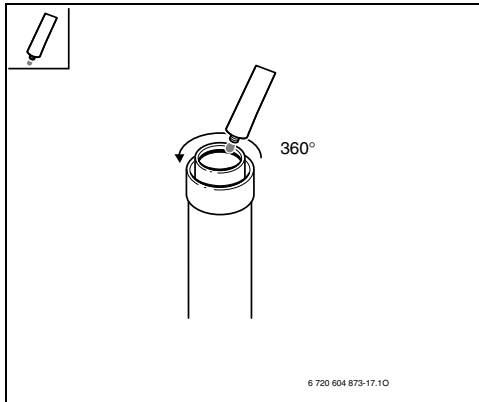

Fig. 35
►Aplicar um pouco de gordura isenta de solvente (p.ex. vaselina) no vedante no lado B do escape (Fig. 35).